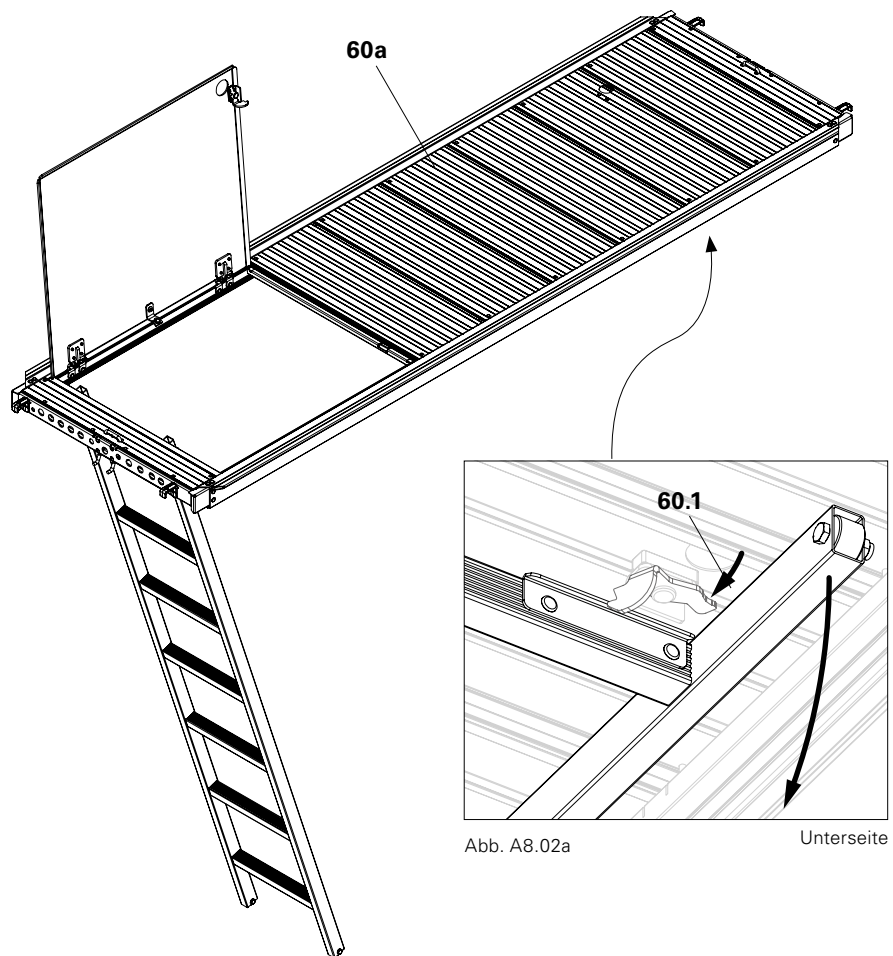

Abb. A8.02a
2. Leiter an unterster Sprosse festhalten und an Bügelklinke (**60.1**) entriegeln. Abb. A8.02a